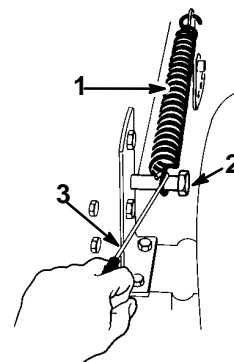

Abbildung 47
15. Die Schnitthöhen-Hubfeder auf die Halteschraube haken (Abb. 47). Dazu das mit der Maschine mitgelieferte Federwerkzeug verwenden.